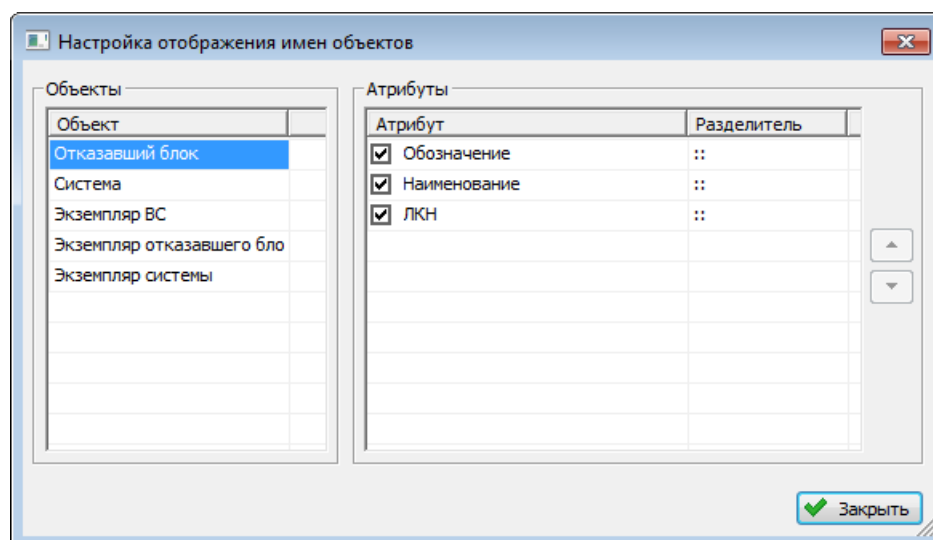
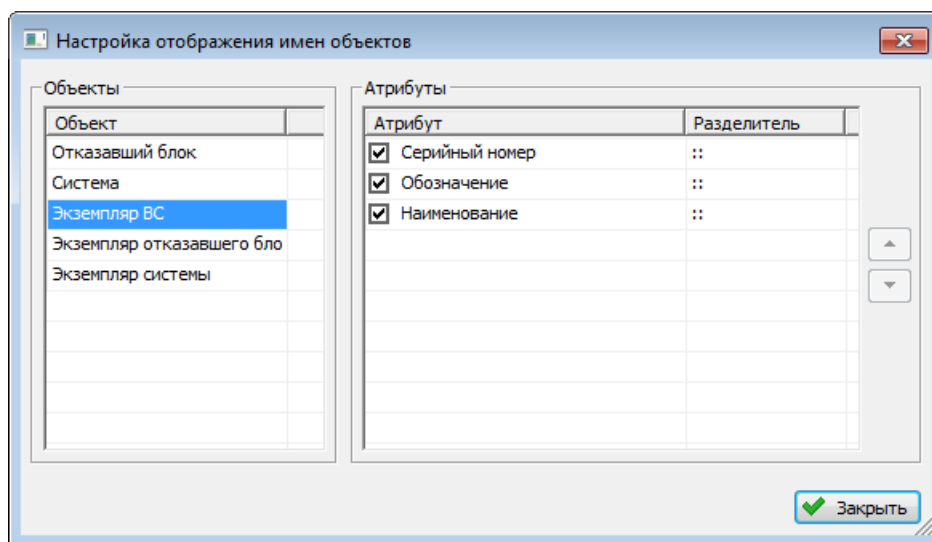

Рис. 5-31 – Отображаемые атрибуты для типа компонента
Рис. 5-32 – Отображаемые атрибуты для экземпляра компонента
3) При этом открывается окно «Настройка отображения имен объектов» с определенными атрибутами для различных объектов рабочего окна (рис. 5-31 и рис. 5-32).